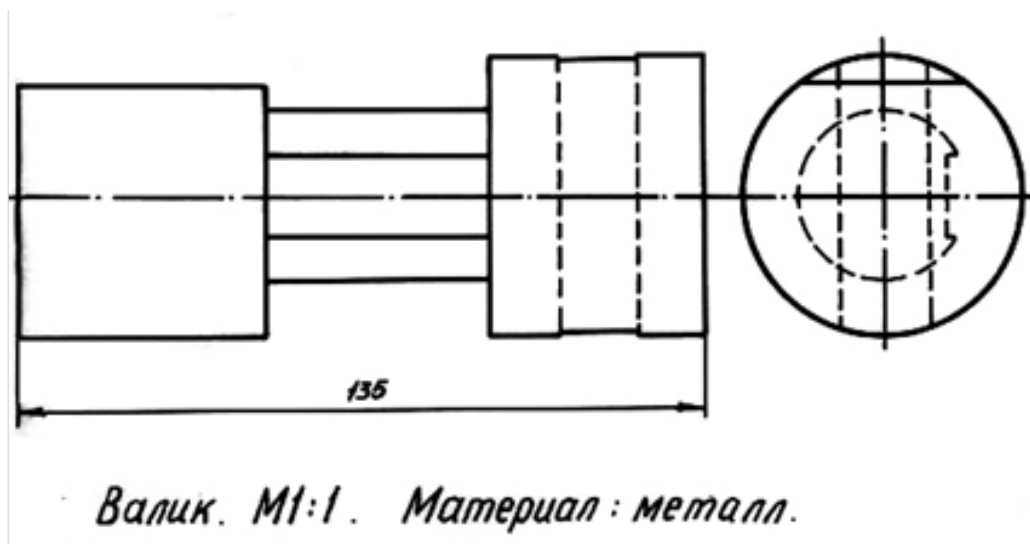

Рисунок 2
6. Задания к лабораторной работе №6 "Чертежи деталей" (рисунок 2)